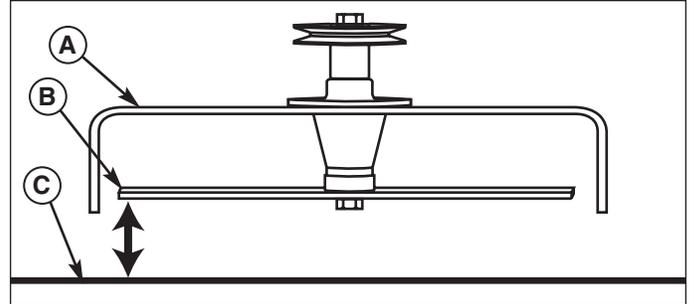

Figure 28. Mesurer la distance entre les pointes de lame et le sol
7. Mesurez la distance depuis le sol vers la pointe avant de la lame centrale et depuis le sol vers les pointes arrière des lames gauche et droite (Figures 28 et 30). La pointe avant de la lame centrale doit être 6 mm plus haute que les pointes arrière des lames gauche et droite. Si ce n'est pas le cas, procédez selon les instructions des étapes 8 à 11.